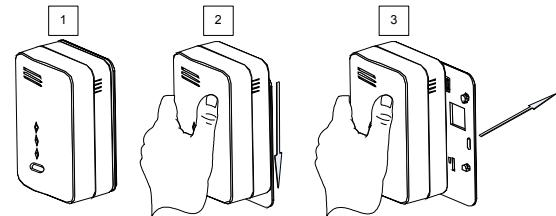

Fig. 2
- Entfernen Sie den Montagehalter, siehe dazu Fig. 2.